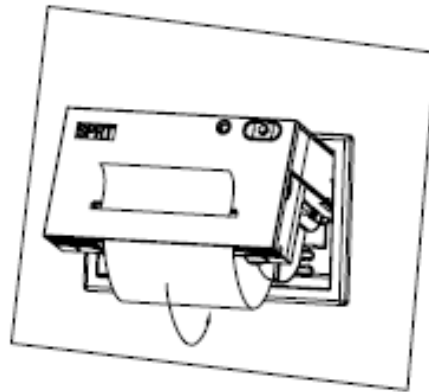

图 2-17
- 1、纸卷蓬松时会造成不好向里推或夹纸，此时按图 2-17 所示方向将纸卷卷紧并托着向里推，直至打印机内壳完全推入。